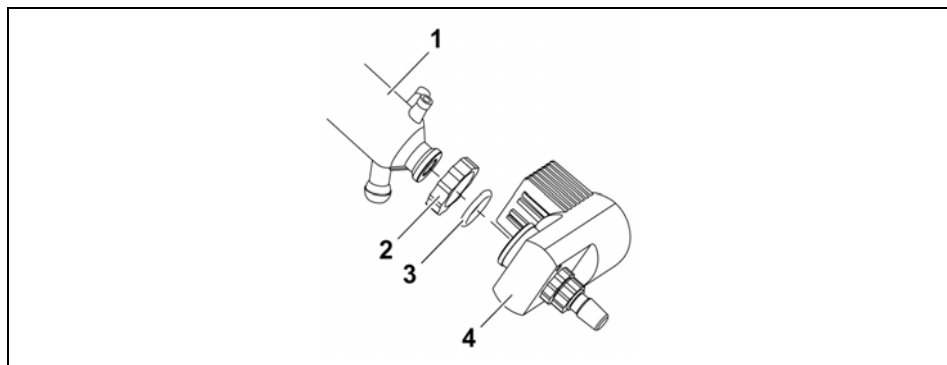

Figura 4-8: Montaggio set vetrerie (qui nell'esempio set vetrerie G1)
- Spingere il raccordo filettato (2) sulla flangia del refrigerante.
- Spingere la molla tenditrice (3) sulla flangia del refrigerante.
- Avvitare il raccordo filettato G6 (6) sulla testa del gruppo motore (Figura 4-8 (5)).
- Inserire il distanziale G6 (5) con la guarnizione G6 (4) nel raccordo filettato G6 (6).
- Avvitare a fondo l'elemento centrale (1) con il raccordo filettato (2) sul raccordo filettato G6 (6).
- Inserire il refrigerante sull'elemento centrale (1) nella sezione superiore.